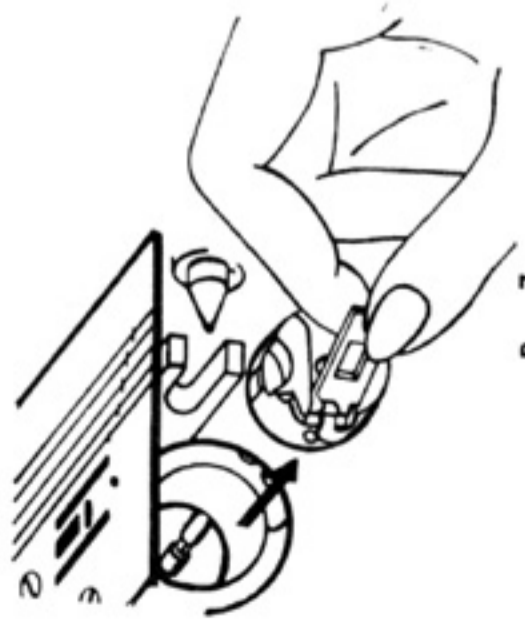

Рис. 7
9. Вынимание шпульного колпачка со шпулькой (рис. 7)
Путем вращения махового колеса нитепротягивательный рычаг устанавливают в крайнее верхнее положение. Затем выдвигают задвижную платформу и через отверстие в платформе большим и указательным пальцами левой руки открывают защелку шпульного колпачка и вынимают шпульный колпачок со шпулькой (рис. 7).